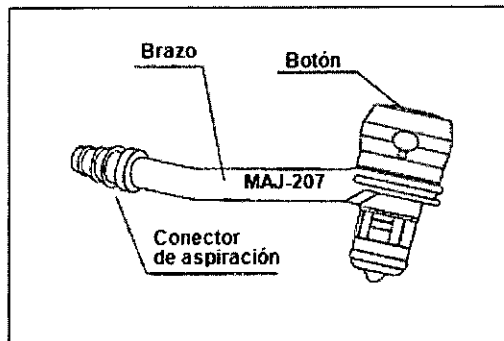

Figura 3.4
1. Asegúrese de que la válvula no esté deformada o rota (véase la figura 3.4).